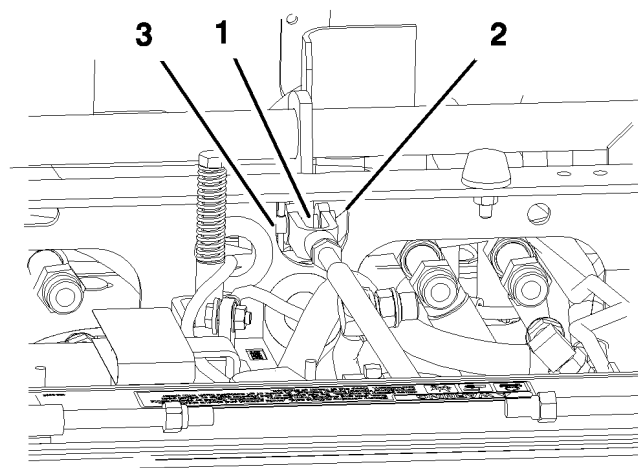

Figure 47
3. Mesurez la distance verticalement entre l'avant de la barre de frein et le sommet du pneu ; la distance doit être comprise entre 22 et 25 mm (Figure 47).
6. Ajustez la chape dans le sens horaire pour raccourcir la distance, ou dans le sens anti-horaire pour allonger la distance (Figure 47).